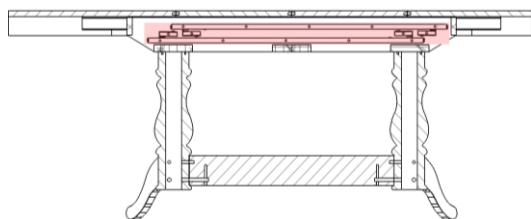

Рис.4.
6.1 Укладку вставок производить согласно схеме хранения вставок (Рис.4.).